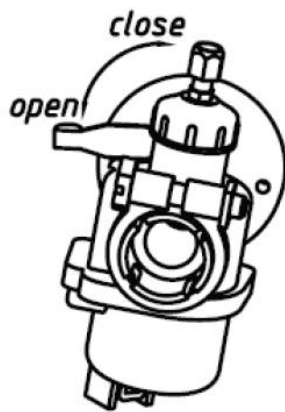

Fig 8
(4) Rregullimi i gazit (shih Fig. 8) kur ndizni motorin në mot të ftohtë ose kur e nisni atë për lidhjen e parë, tërhiqeni dorezën e gomës për të mbyllur kalimin e ajrit, kur ndizni një motor të nxehtë, lëreni bllokun plotësisht të hapur.
(5) Lëvizni litarin e startimit në drejtim të akrepave të orës në rrotullën e nisjes dhe tërhiqeni ngadalë për disa herë për të lejuar karburantin e përzierjes në cilindër dhe më pas tërhiqeni pa probleme dhe shpejt për të ndezur motorin.
(6) Mbani gazin hapur deri në fund pasi të jetë ndezur motori, e mbani motorin të funksionojë me shpejtësi të ulët për 3-5 minuta përpara se të filloni punën.
(7) Ndalja e motorit